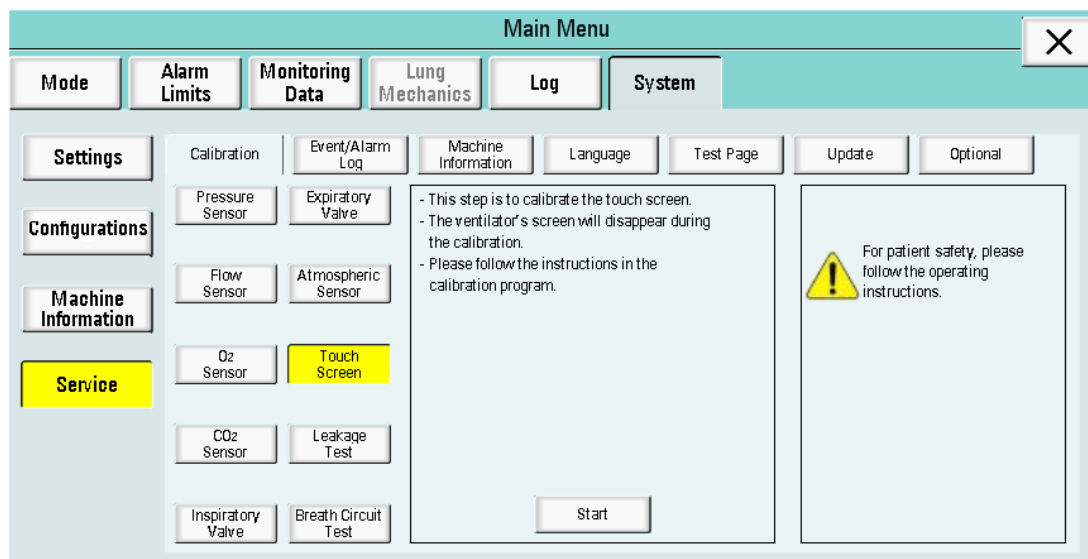

Figura 6-66
(7) Calibração da tela sensível ao toque: Clique em "Tela sensível ao toque" para entrar na interface de calibração. Uma mensagem é exibida: "Nesta etapa, é feita a calibração da tela sensível ao toque. A tela do ventilador desaparecerá durante a calibração. Siga as instruções no programa de calibração", como mostra a Figura 6-66.